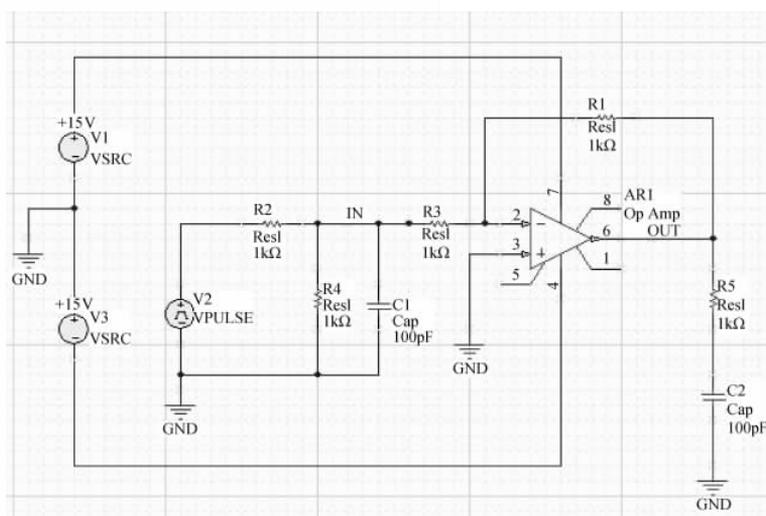

图 3-40 添加 IN 和 OUT 网络标号
(6) 在如图 3-40 所示的电路中,按照前面的方法,将 V1 和 V3 的直流电源设置为 +15V。
(7) 为了后面分析仿真结果的方便,按图 3-40 所示的电路,在放大器的输入和输出端分别放置名字为 IN 和 OUT 的网络标号。